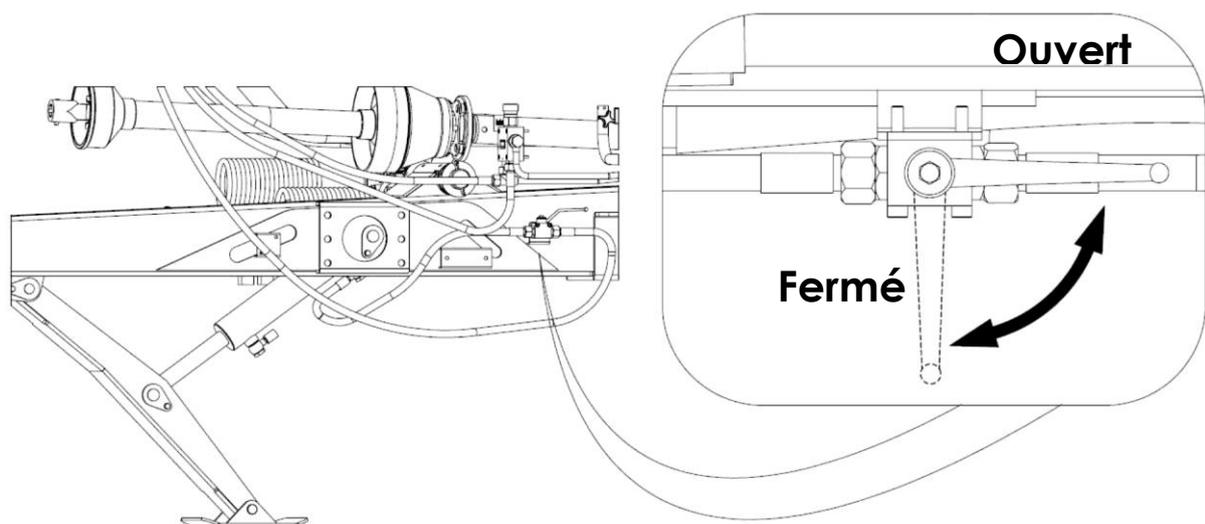

Figure 20. Valve hydraulique contrôlant (fermant) le pied hydraulique
- si l'épandeur est équipé d'un pied d'appui hydraulique à ciseaux (figure 20), raccordez les conduites hydrauliques du pied aux prises hydrauliques externes du tracteur ; ouvrez la vanne d'arrêt hydraulique bloquant le pied au niveau du timon ; soulevez ou abaissez l'anneau du timon à une hauteur permettant de le raccorder à l'attelage du tracteur à l'aide du levier du répartiteur du tracteur.